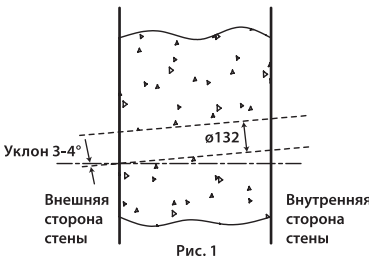

Рис. 1
- Закрепите станину установки алмазного бурения на стене с помощью анкерных болтов. Пробурите сквозное отверстие Ø132 мм, под углом 3-4°, согласно разметке (рис. 1).